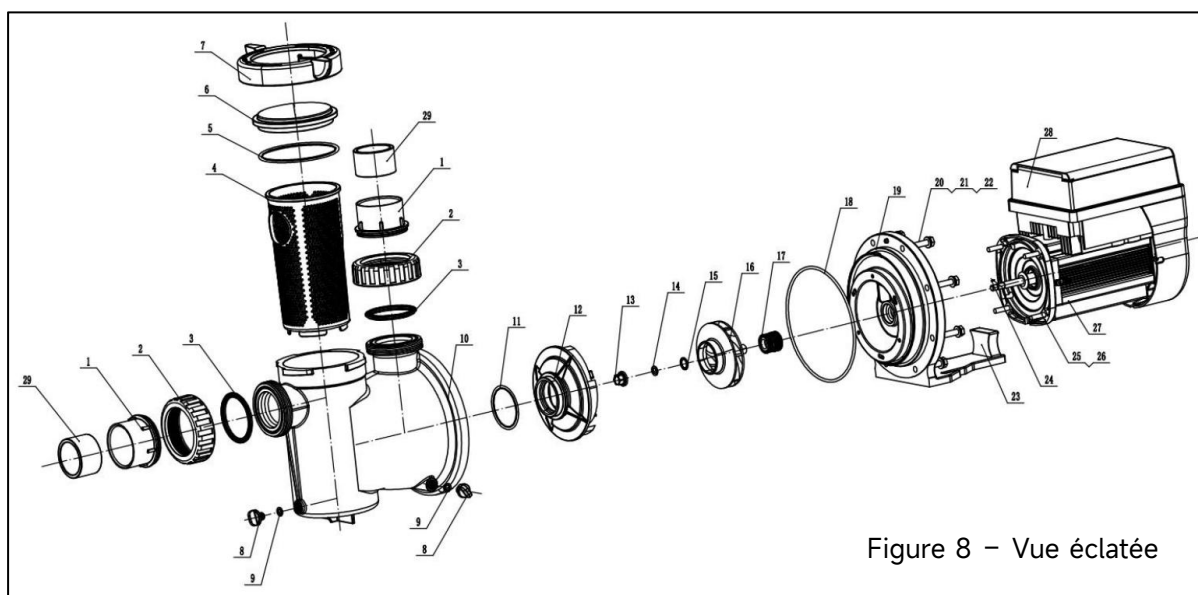

Figure 8 – Vue éclatée
- Reportez-vous à la Figure 8 pour localiser les différents composants de la pompe.